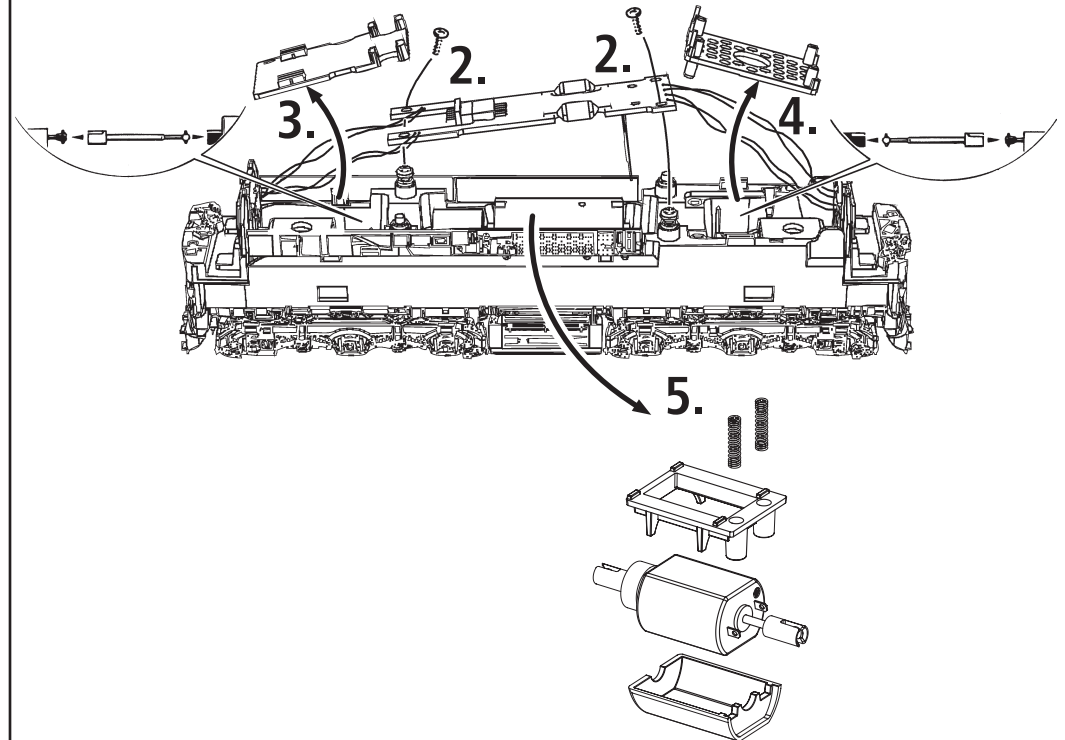

Fig. 1
**Auspacken des Modells:** Das Modell vorsichtig mit der Folie aus der Packung herausziehen (Fig. 1).
**Déballage du modèle:** Veuillez sortir la locomotive de son emballage avec précaution et à l'aide du film transparent (fig. 1).